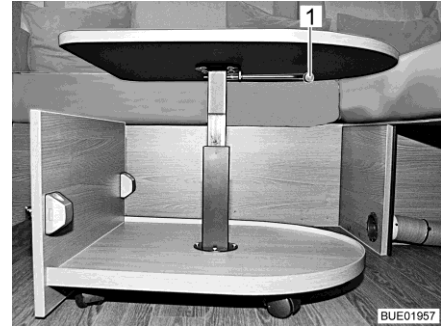

Fig. 128 Tavolino da salotto, estratto
- Ruotare di 90° verso il basso la leva di serraggio (Fig. 128,1).